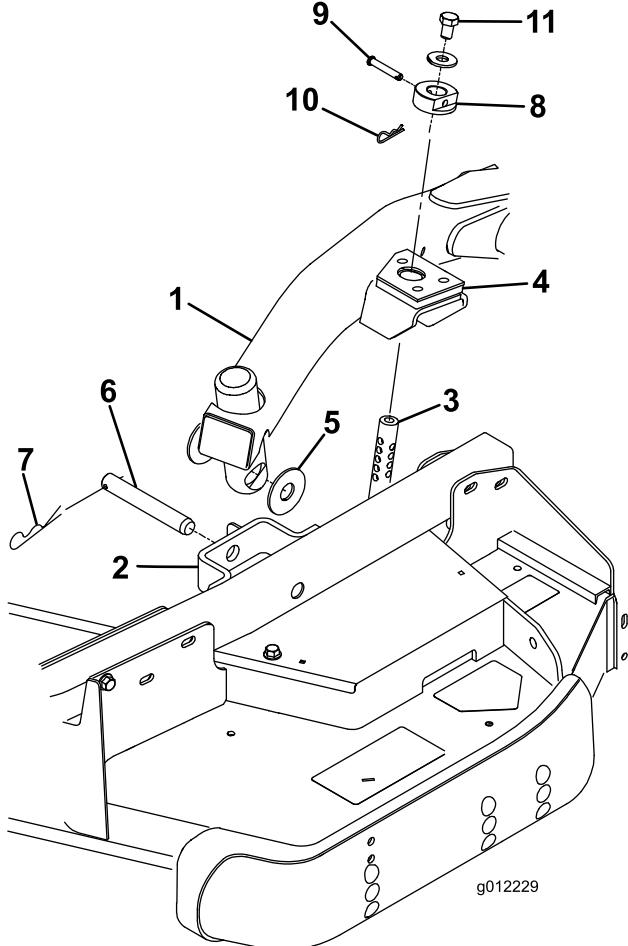

Bild 4
- Stellen Sie den Hubhebel auf die Schweben-Stellung. Drücken Sie einen Hubarm nach unten, bis die Löcher im Hubarm mit den Löchern in der Laufradarmhalterung ausgerichtet sind, und die Schnitthöhenstange in die Hubarmpolster eingesetzt werden kann (Bild 4).
- Befestigen Sie den Hubarm mit zwei Druckscheiben, einem Lastösenbolzen und einem Splint am Laufradarm. Legen Sie die Druckscheiben zwischen den Hubarm und die Halterung des Laufradarms (Bild 4). Setzen Sie das Ende des Splints in den Schlitz im Laufradarm ein, um den Splint zu arretieren.
- Befestigen Sie die Schnitthöhenstellringe an den Schnitthöhenstangen und befestigen Sie sie mit den Lastösenbolzen und den Splints (Bild 4). Der Kopf des Lastösenbolzens sollte möglichst zur Mähwerk vorderseite zeigen.
- Setzen Sie eine Schraube (1/2 x 3/4 Zoll) und eine Scheibe oben an jeder Schnitthöhenstange ein (Bild 4).